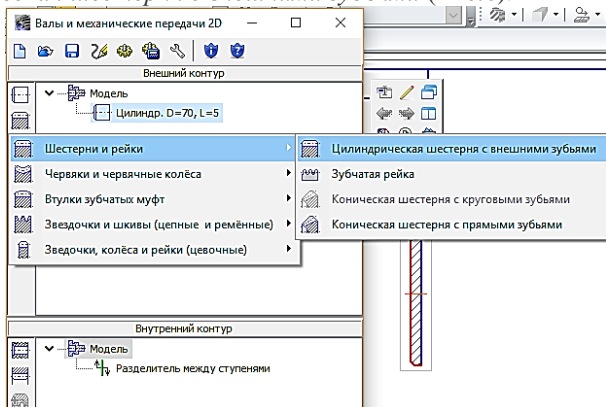

Рис.6 – Вибір ступені Циліндрична шестерня
4.2. Оскільки викреслюватися буде прямозубе зубчасте колесо, то у вкладці *Элементы механических передач*, вибрати кнопку *Шестерни и рейки – Цилиндрическая шестерня с внешними зубьями* (Рис.6).